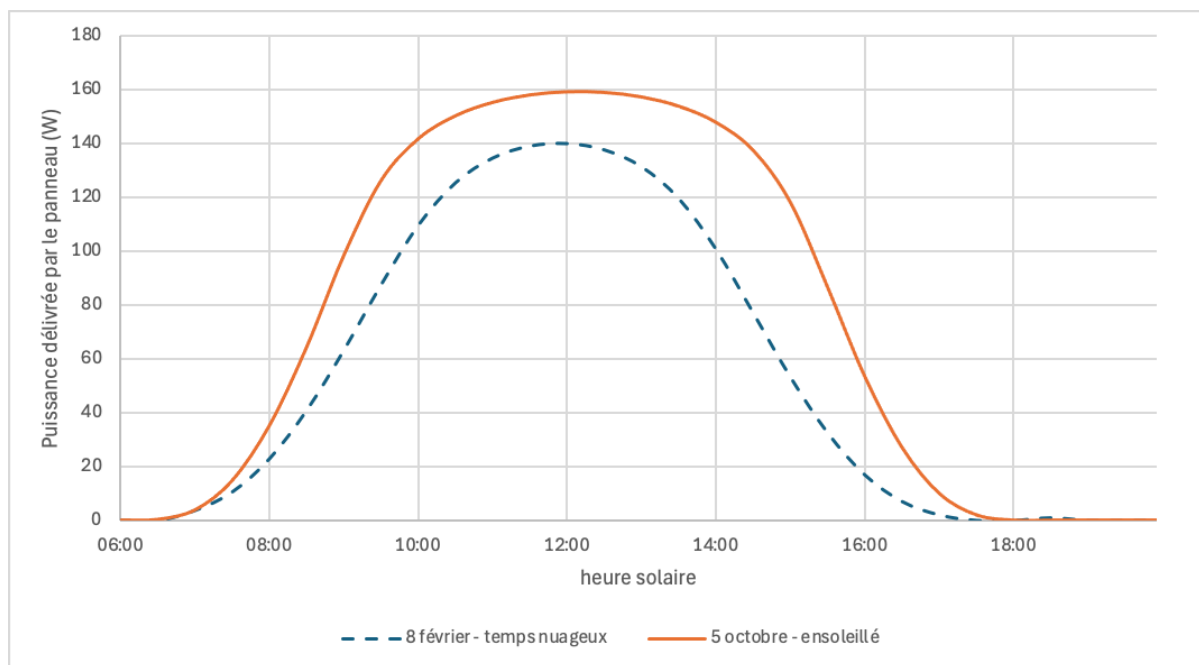

Figure 3 - Puissance délivrée à deux époques de l'année par un panneau de 1 m2
- 5- Déterminer la puissance maximale délivrée par le panneau solaire étudié sur la figure 3 page suivante, pour les deux dates considérées.